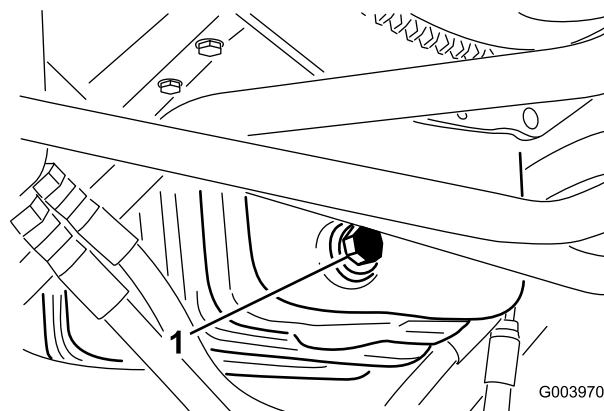

Figura 53
1. Togliete il tappo di spurgo (Figura 53) e lasciate defluire l'olio in una bacinella.